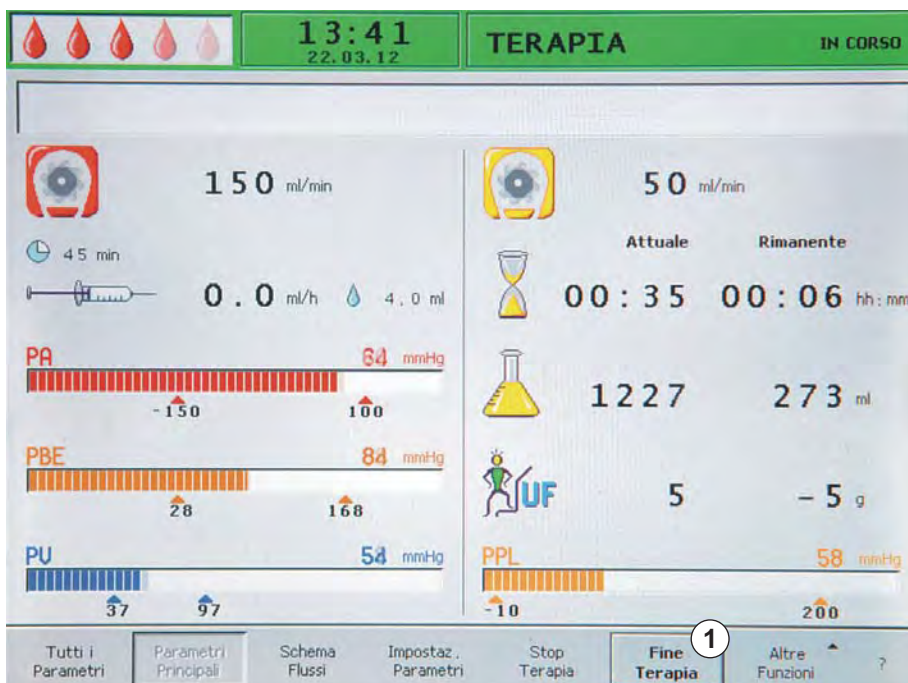

Fig. 7-5 Videata *Parametri Principali* con la voce *Fine Terapia*
Una volta trattato tutto il volume plasmatico desiderato, l'apparecchiatura passa in modalità stand-by. Il circuito sangue continua a funzionare in base all'ultima velocità di flusso sangue selezionata. Il cursore si posiziona automaticamente sulla voce *Fine Terapia* nella barra dei menu (Fig. 7-5, ①).